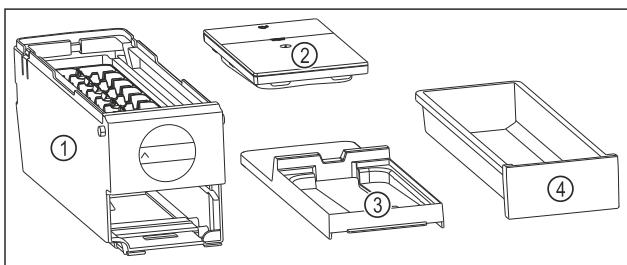

Fig. 143 Bestandteile des EasyTwist-Ice
- EasyTwist-Ice ist in vier Teile zerlegt. (siehe Fig. 143)
- EasyTwist-Ice nur in abgebildete Bestandteile zerlegen. (siehe Fig. 143)
- EasyTwist-Ice-Körper Fig. 143 (1) als Ganzes reinigen.